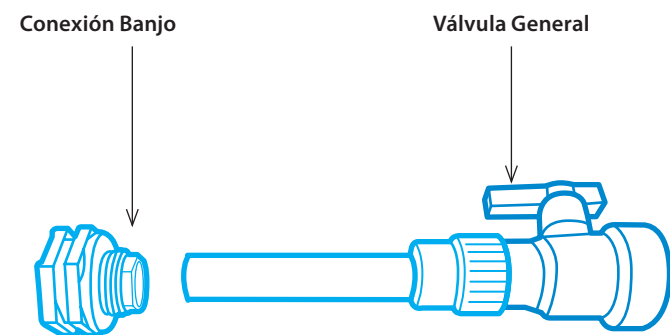

Fig.27. Ramal de salida.
10. Conecte el ramal de salida (que incluye la Válvula General, (Ver Fig. 27) en la conexión Banjo. Asegúrese de utilizar cinta Teflón.